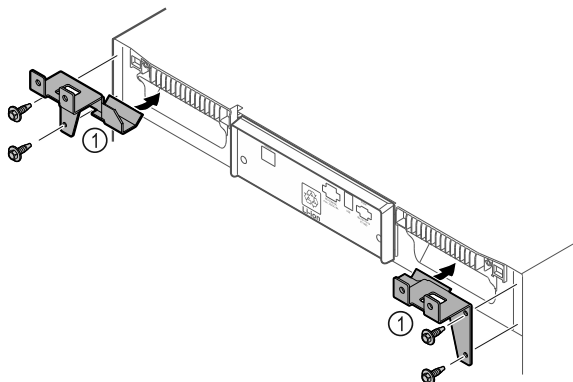

Fig. 12
- Montare i componenti di tenuta Fig. 12 (1) con viti autofilettanti sul dispositivo.